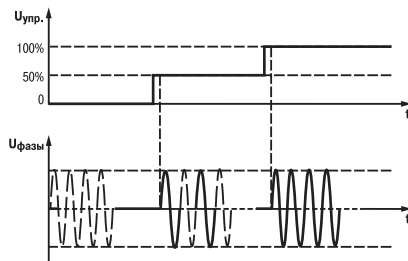

Рисунок 3.7
3.2.2 Метод, при котором управляющий сигнал определяет число пропускаемых в нагрузку целых полупериодов, от 0 до 256 (рисунок 3.7). При этом методе уровень помех, создаваемый при регулировании мощности, минимален.